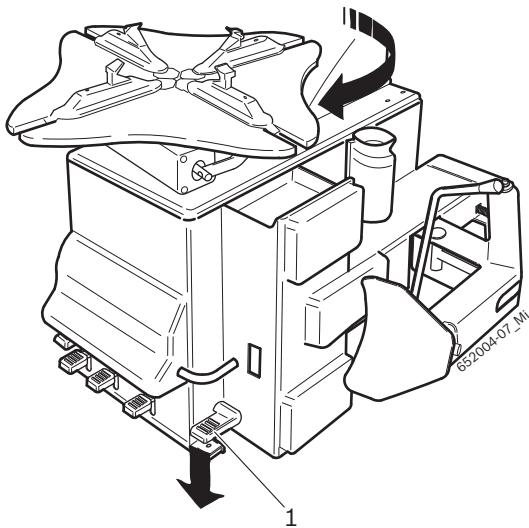

Fig. 2: Prüfung der Drehrichtung.
Für den ordnungsgemäßen Betrieb der TCE 4335 ist es von größter Wichtigkeit, dass sich beim Herunterdrücken des Pedals für den Spannflansch in Fig. 2 (1) der Spannteller im Uhrzeigersinn zu drehen beginnt.